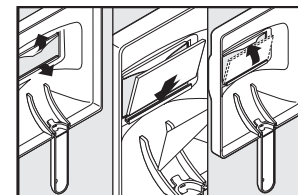

Figure 5
3. Insérez la lentille du filtre exactement, tel qu'indiqué sous la figure 5.